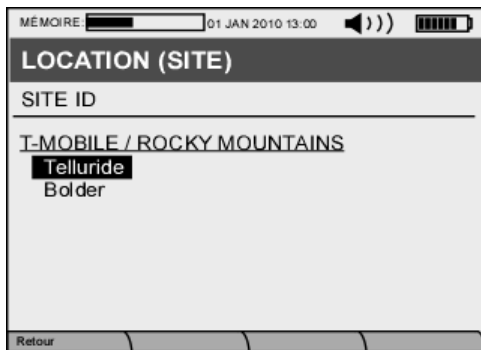

Figure 2.18. Écran de Sélection de Lieu.
- Sur le premier écran (Figure 2.18), l'utilisateur choisit le SITE qu'il va tester en utilisant les touches de navigations HAUT et BAS.